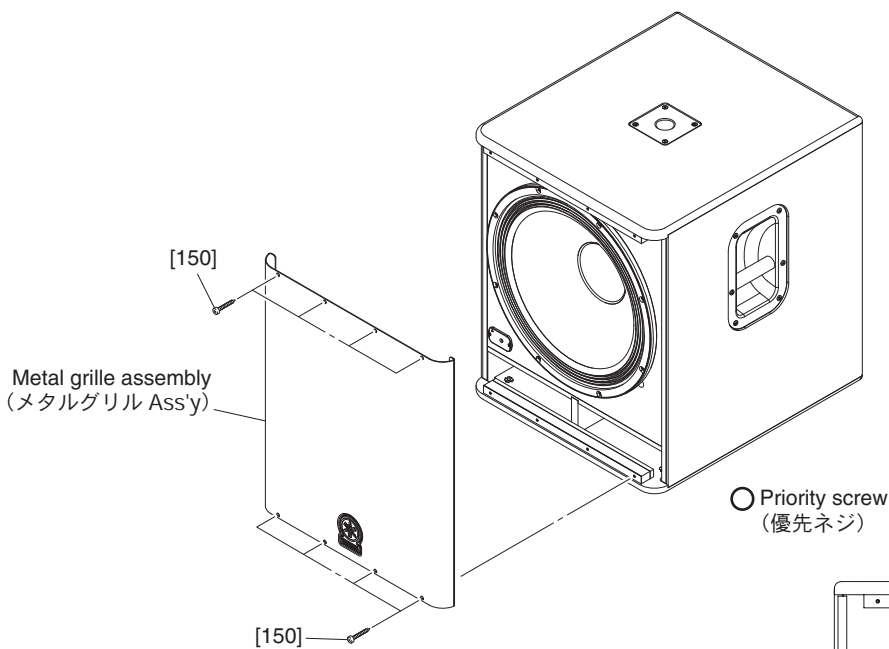

Fig. 1 (図 1)
1-1. Remove the eight (8) screws marked [150]. The metal grille assembly can then be removed. (Fig. 1)
1-1. [150] のネジ 8 本を外して、メタルグリル Ass'y を外します。(図 1)